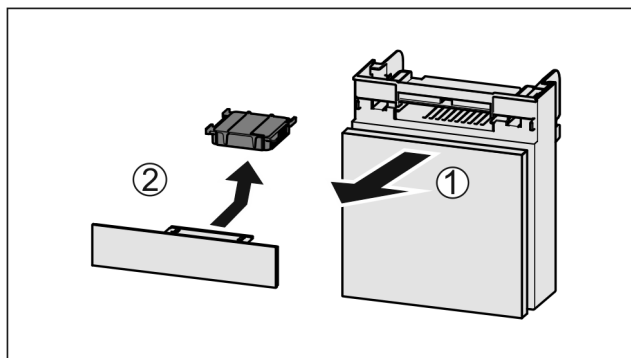

Fig. 87
- ▶ Predal izvlecite Fig. 87 (1) naprej.
- ▶ Odstranite Fig. 87 (2) aktivni ogljeni filter.